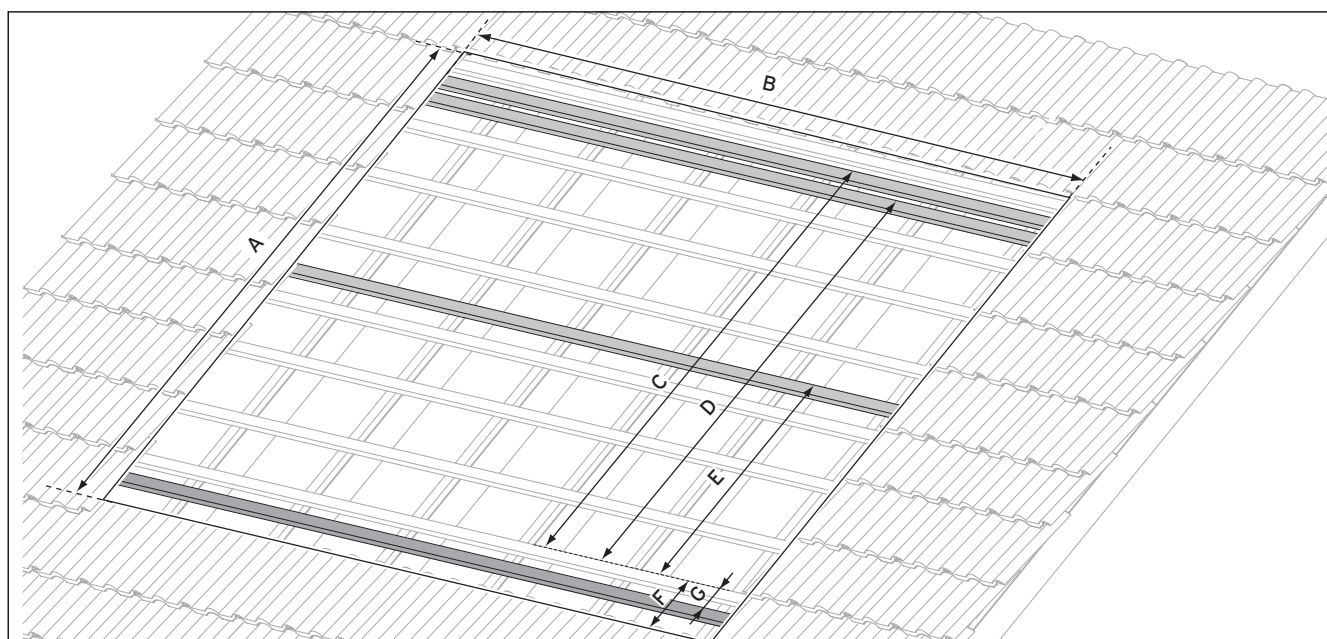

Fig. 6.1 Dimensions pour le montage du champ et le positionnement des lattes d'installation (la ligne de référence est respectivement le bord du toit)
- Déterminez le champ d'installation au toit à l'aide des cotes (→ Fig. 6.1).
- Installez des lattes supplémentaires conformément à la Fig. 6.1.